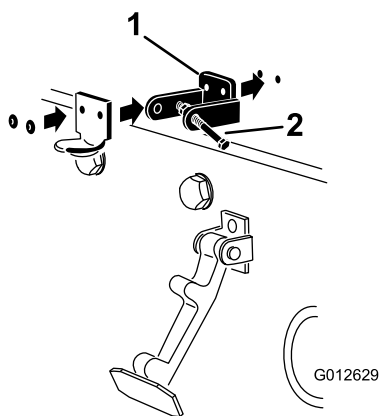

Figura 8
3. Mentre allineate i fori di montaggio, posizionate la staffa di bloccaggio CE e la staffa del fermo del cofano sul cofano. La staffa di bloccaggio deve essere contro il cofano (Figura 8). Non rimuovete il gruppo dado e bullone dal braccio di bloccaggio.
5. Rivettate le staffe e le rondelle al cofano (Figura 8).